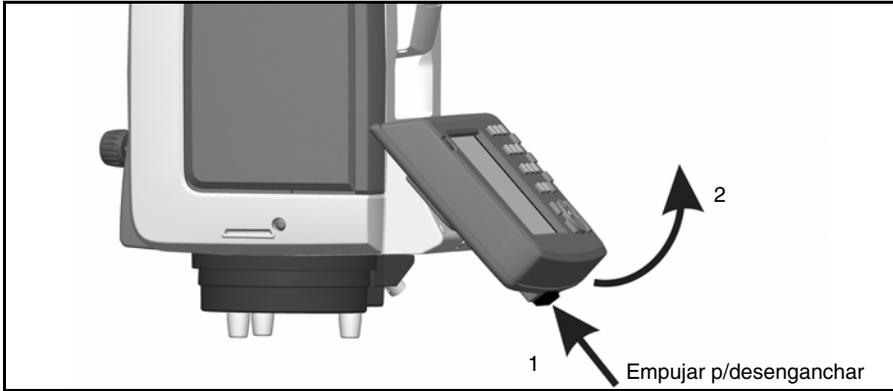

Figura 4.41 Desconexión del Trimble CU
1. Presione el botón de desenganche que hay en la parte inferior del Trimble CU. Véase la Figura 4.41 (1).
2. Saque el Trimble CU del instrumento levantándolo desde abajo (2). Véase la Figura 4.41 (2):